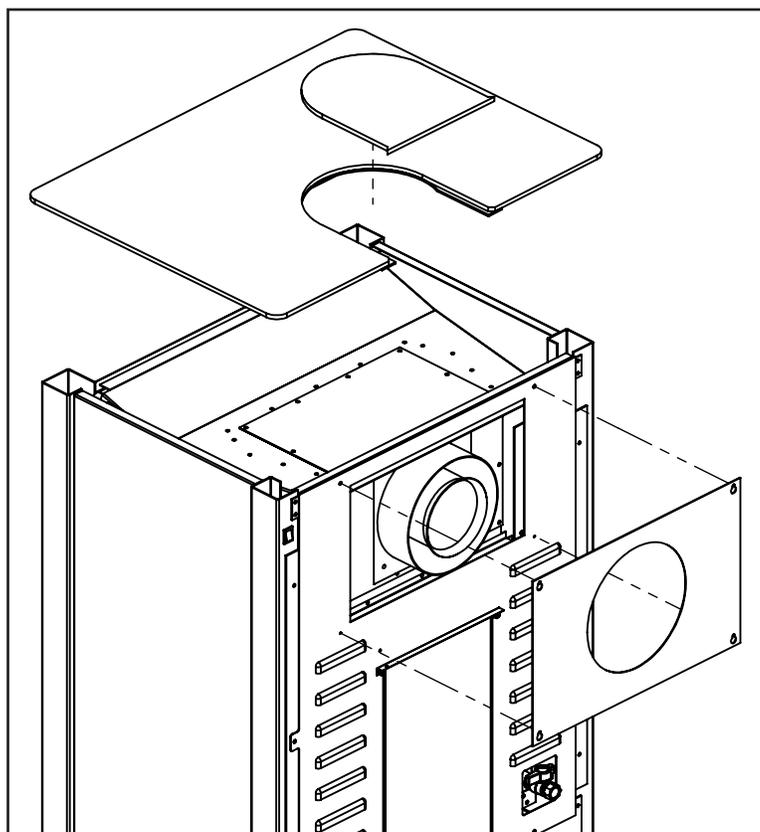

Figure 20. Conversion de ventilation - Étape 4
Étape 4: Re-installer le haut coulé en alignant les têtes de boulons sur la face inférieure, avec les supports arrière (voir figure 17). Re-installer la plaque arrière et serrez les quatre vis de fixation. Enfin, installez le couvercle en fonte d'ventilation fourni avec le S20 comme le montre la Figure 20.